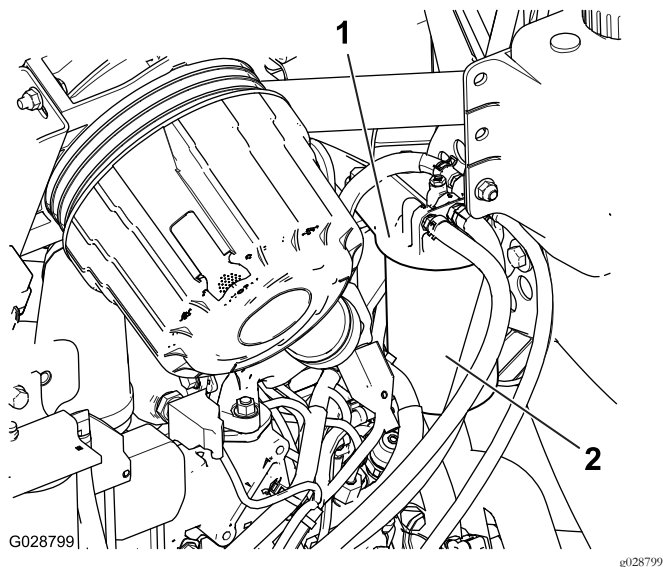

图45
1. 清理燃油滤清器头附近的区域 图45。
2. 拆下滤清器并清洁滤清器头安装面 图45。